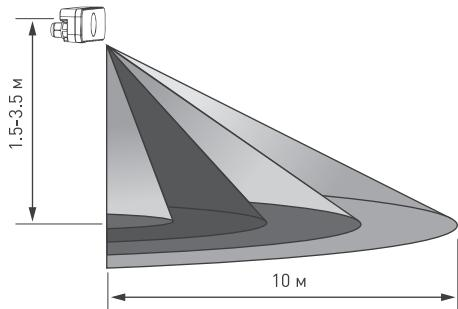

Рисунок 1. Схема установки датчика движения.
3.2. Закрепите устройство в месте установки, Рис. 1, 2.